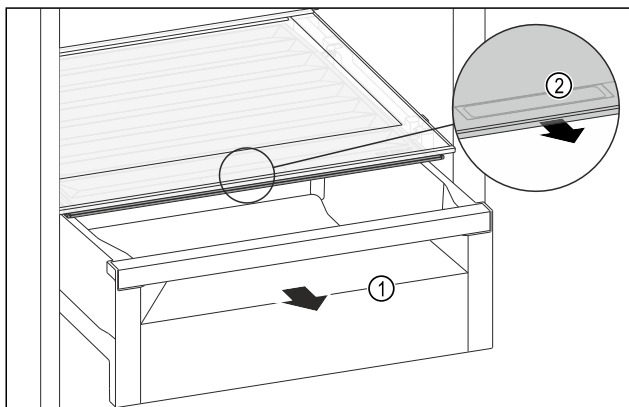

Fig. 86
- ▶ Извлеките выдвижной ящик Fig. 86 (1).
- ▶ Возьмитесь за утопленную ручку Fig. 86 (2) на крышке отделения и одновременно потяните крышку отделения вперед.